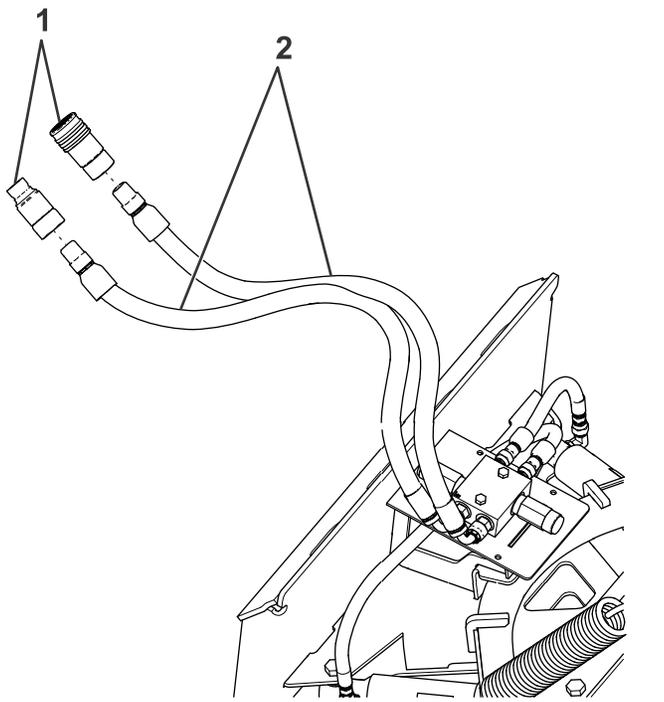

Figura 8
9. Instale los acoplamientos de 90° de las mangueras largas en los acoplamientos del lado derecho del bloque hidráulico (Figura 8).
10. Conecte los conectores rápidos a los extremos libres de las mangueras largas, como se muestra en la Figura 8.